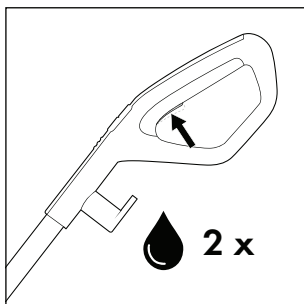
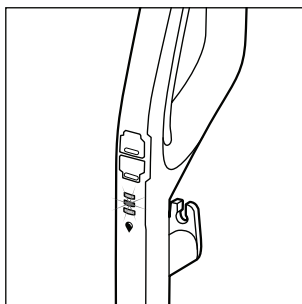

Abb. 18
Abb. 19
- ♦ Drücken Sie vor jedem Gebrauch zweimal kurz den Schalter Reinigungslösung  **15**, um die Dauersprühfunktion zu aktivieren und die Bürstenrolle **6** mit Reinigungslösung betriebsbereit zu machen (siehe Abb. 18). Die Anzeige Reinigungslösung  **12** blinkt abwechselnd blau auf, wenn die Dauersprühfunktion aktiviert ist oder der Schalter Reinigungslösung  **15** gedrückt gehalten wird (s. Abb. 19).